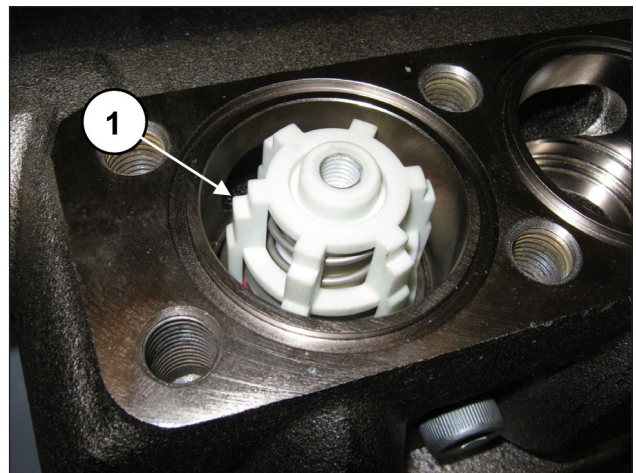

Abb. 157
so erscheinen wie in Pos. ①, Abb. 157.